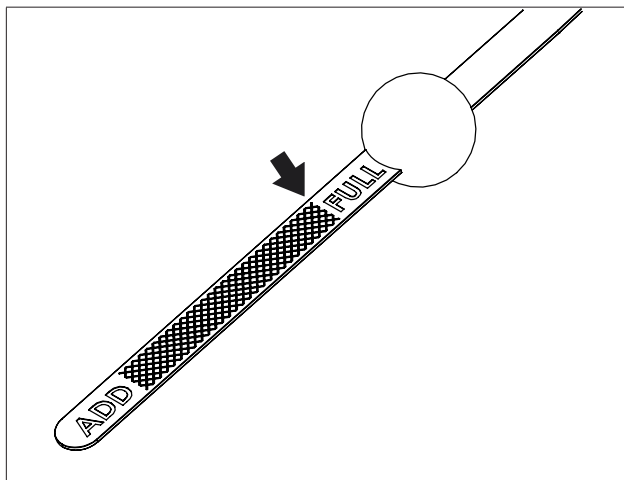

Figure 12
3. Retirer la jauge de niveau. L'essuyer avec un tissu propre et la réinsérer complètement dans le tube de la jauge. Voir figure 12, à la page 25.
- Remplir le moteur de la quantité appropriée d'huile moteur. Voir Figure 12.